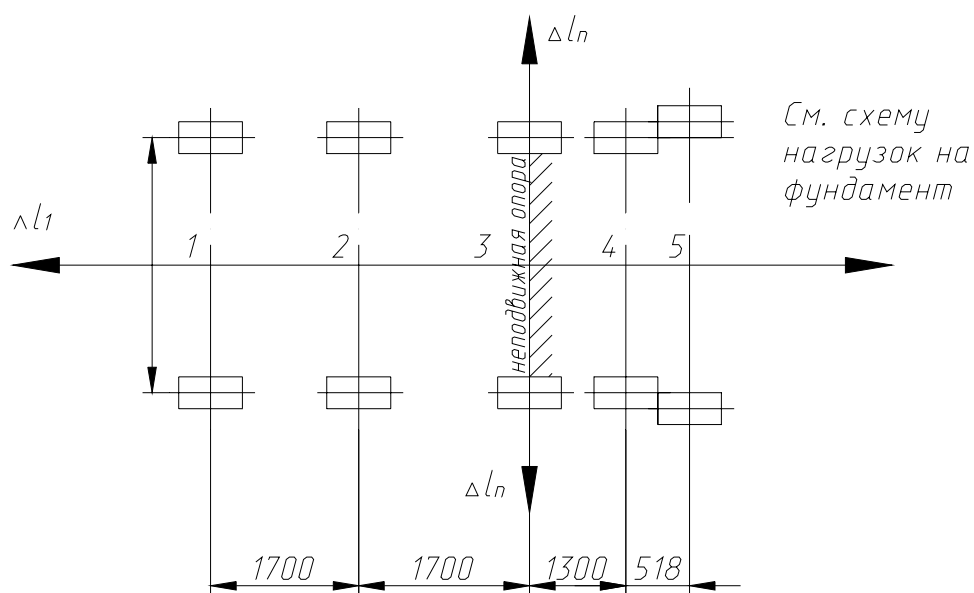

Рис.1
5.4. Сдвиньте нижние плиты опор топчного блока в сторону фронта и к наружным сторонам котла с учетом тепловых расширений котла (см. рис.1).
5.8. Сдвиньте нижние плиты опор конвективного блока к задней стенке и к наружным стенкам котла с учетом тепловых расширений котла (см. рис.1).
5.9. Установите репера у опор №1 и №5 (см. рис. 1).